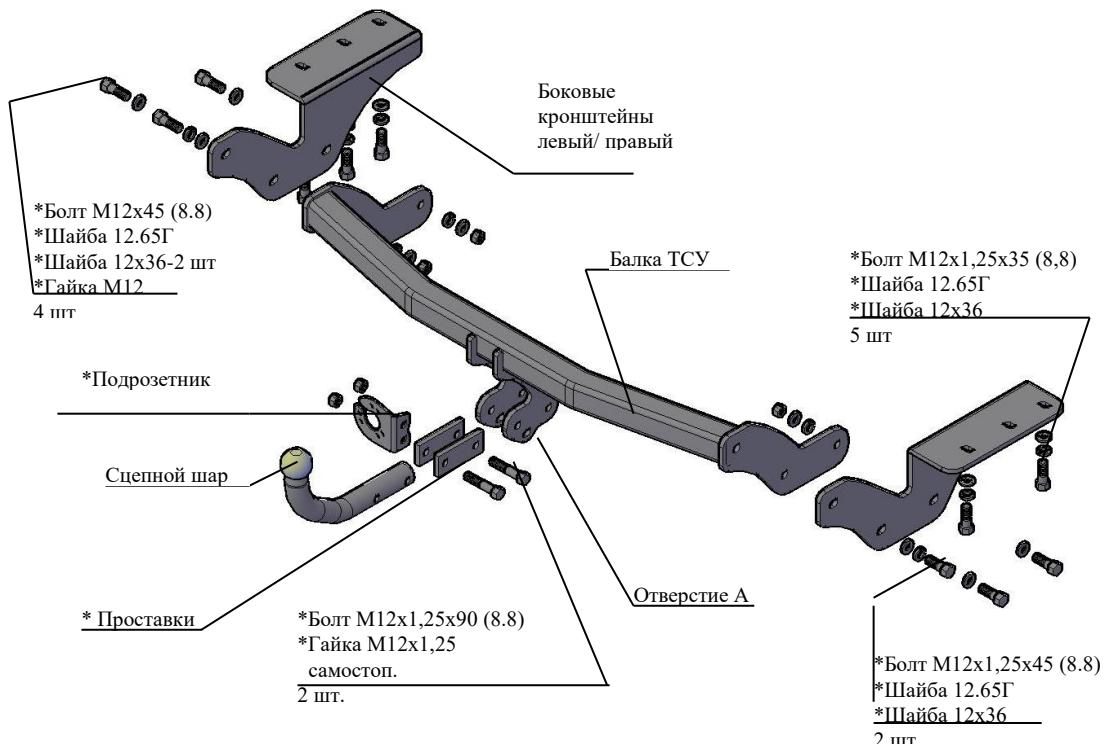

Рис.1 Тягово-сцепное устройство 7833.
2.1 ТСУ 7833 в сборе (рис.1)
2.2 Пакет с комплектующими (см. рис.1)
4.2 Закрепить боковые съемные кронштейны ТСУ (правый и левый соответственно рис.1) к нижним полкам лонжеронов а/м (с левой стороны – тремя, а с правой стороны – двумя) болтами M12x1,25x35 (под головки болтов подложить шайбы гроверные 12.65Г и шайбы 12x36). Крепеж не затягивать.